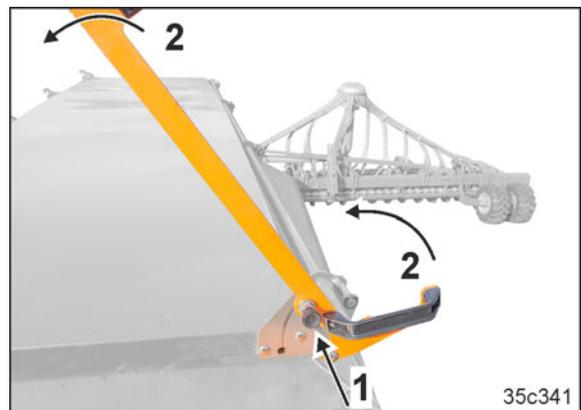

Fig. 224
3. Faire pivoter le levier vers le haut. Veiller à ce que les axes à ressort s'enclenchent (Fig. 224/1).
Les deux poignées (Fig. 224/2) servent à ouvrir le couvercle de la trémie.
Les poignées (Fig. 224/2) servent à fermer le couvercle de la trémie.